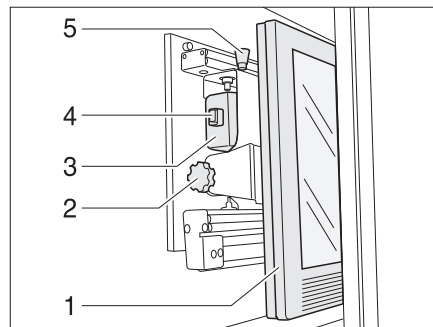

Fig. 130 Mobiletto porta TV
- Premere il bottone di sbloccaggio (Fig. 130,5) e tirare in avanti il supporto per lo schermo piatto per l'impugnatura (Fig. 130,4) fino all'arresto.
- Tirare il bottone di sbloccaggio (Fig. 130,1) e inclinare lo schermo piatto (Fig. 130,2) nella posizione desiderata.
- Svitare la vite a testa cilindrica zigrinata (Fig. 130,3).